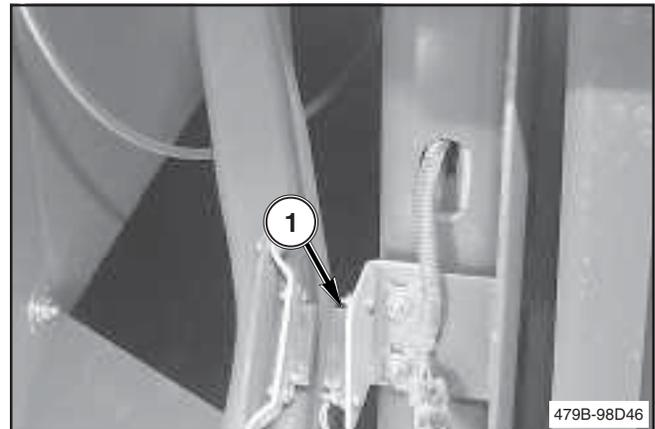

FIG. 11
FIG. 11: l'interruttore (1) di finecorsa aghi è situato sul lato destro del telaio della pressa, in prossimità del braccio del carrello portaaghi destro. Ogni volta che il carrello completa un ciclo, questo interruttore invia un segnale per incrementare il contatore balle.